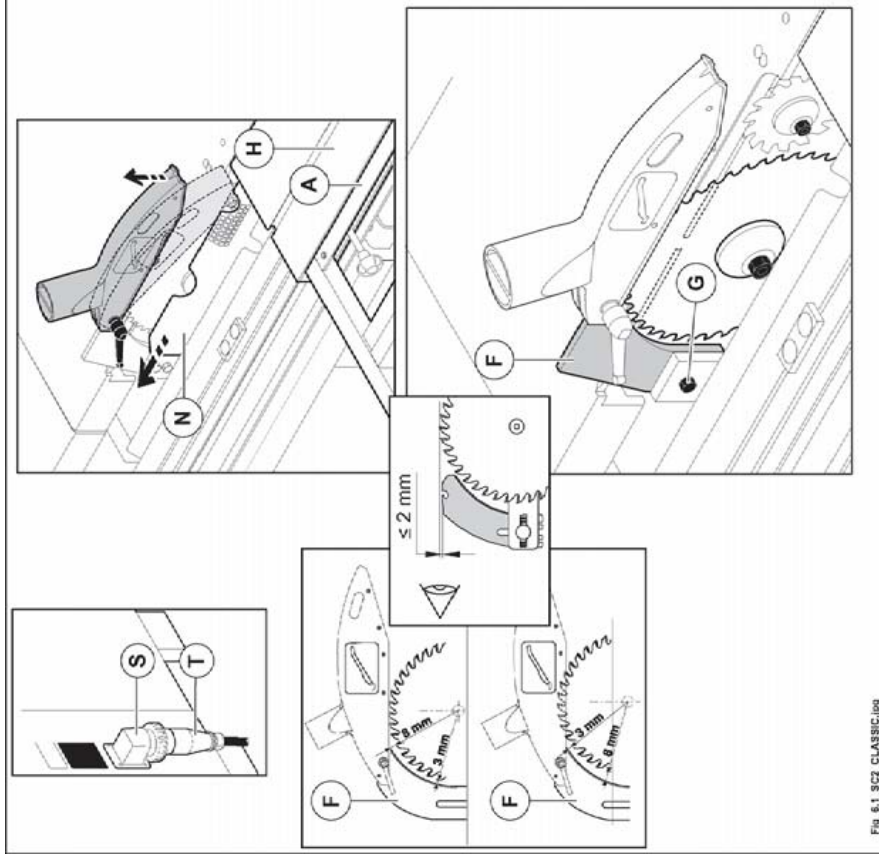

Abb. 6.1
- 2) Positionieren Sie den Winkelrahmen (A Abb. 6.1) wie in der Abbildung gezeigt wird und schieben Sie den Waggonchlitzen (H Abb. 6.1) ganz nach rechts.
- 3) Öffnen Sie die Schutzvorrichtung (N Abb. 6.1).
- 4) Die Höheneinstellung des Zerteilmessers (F Abb. 6.1) durch lockern der Mutterschraube (G Abb. 6.1) einstellen.